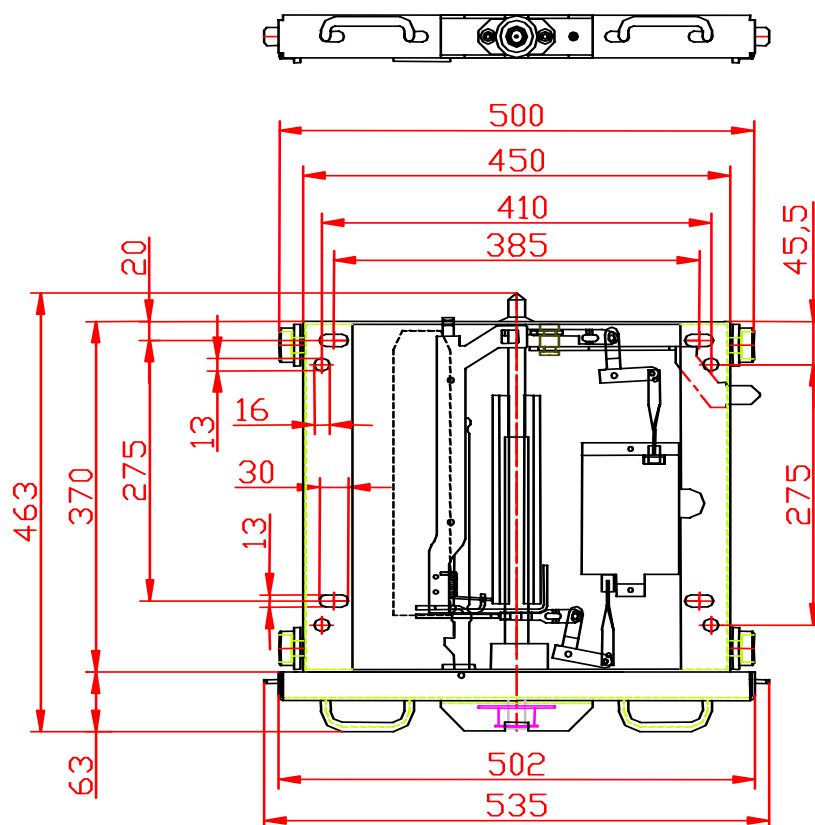

Рис. 6
- DPC-4A-650 - кассетное основание для КРУ с шириной фасада 600 – 650 мм (см. Рис.6), предназначенное для выключателей с межфазным расстоянием 150 мм.